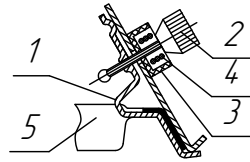

Рисунок 6: 1. Скоба;
6.1.7 Ослабьте винты поз.2 на отражателе, поверните скобы поз. 1 и расположите их вдоль отражателя, установите решетку поз. 5 и прижмите ее скобами к отражателю, затяните винты (для исполнения светильника с решеткой, рисунок 6).